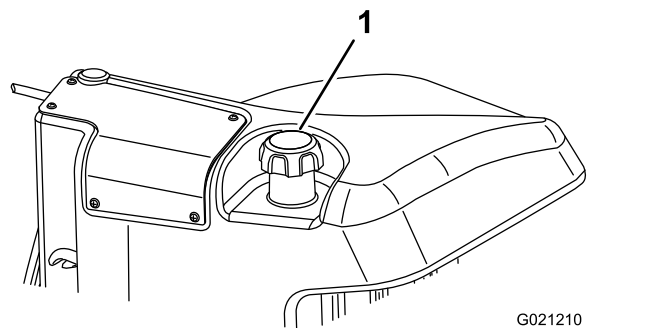

Figura 27
3. Retire a tampa do depósito de combustível (Figura 27).